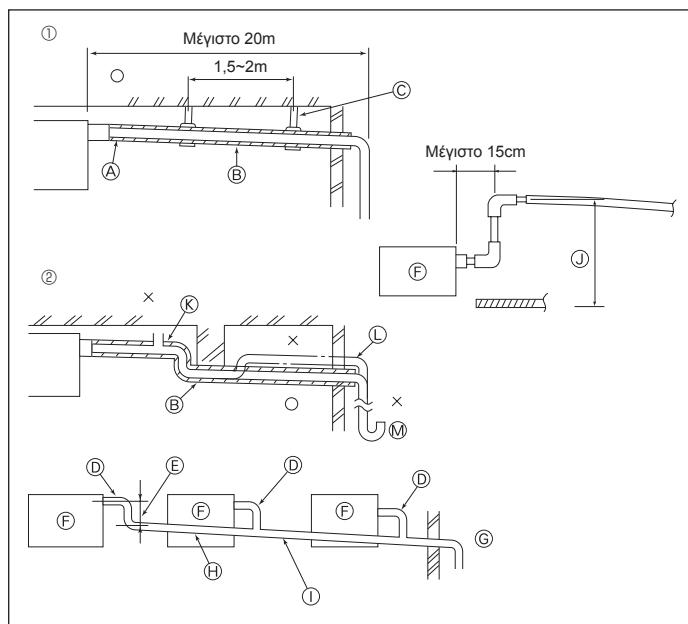

Fig. 3-4
- ① Περιτυλίξτε το προμηθευόμενο φαρδύ κολάρο γύρω από τον σωλήνα αερίου και βεβαιωθείτε ότι η άκρη του κολάρου ακουμπάει στην πλευρά της μονάδας.
- ② Περιτυλίξτε το προμηθευόμενο μικρό κολάρο γύρω από το σωλήνα υγρού και βεβαιωθείτε ότι η άκρη του κολάρου ακουμπάει στην πλευρά της μονάδας.
- ③ Ασφαλίστε και τα δύο άκρα του κολάρου με τους προμηθευόμενους σφιγκτήρες. (Τοποθετήστε τους σφιγκτήρες 20 mm από την άκρη του κολάρου.)
3.4. Εργασίες Σωληνώσεων Αποχέτευσης (Fig. 3-4)
- ① Σωστή σωλήνωση
- ② Λανθασμένη σωλήνωση
- ③ Μόνωση (9 mm ή περισσότερο)
- ④ Κλίση προς τα κάτω (1/100 ή περισσότερο)
- ⑤ Μεταλλικό υποστήριγμα
- ⑥ Ανοιγμα εξερισμού